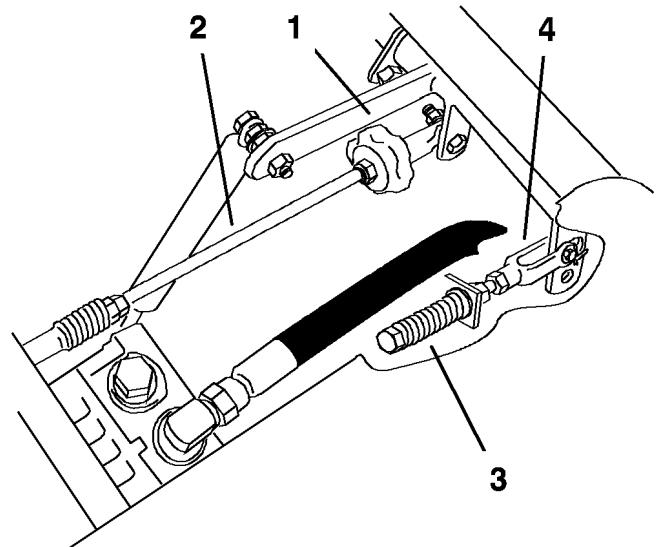

Figure 62
2. Réglez la longueur de la tige de pompe en tournant le bouton dans le sens voulu, jusqu'à ce que la roue soit immobilisée ou tourne légèrement en marche arrière (Figure 62).